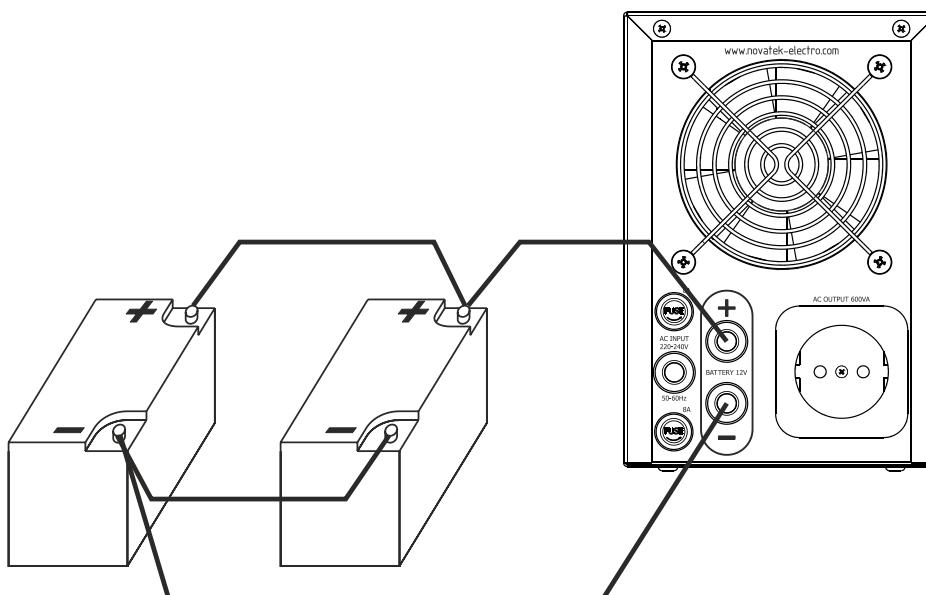

Рисунок 5 – Пример параллельного включения АКБ и диагонального подключения ИБП
- В случае использования нескольких батарей подключите батареи параллельно (см. рис. 5). Для подключения дополнительных батарей потребуются дополнительные провода, которые нужно прибрести отдельно. При подключении двух или более батарей плюсовая клемма одной батареи соединяется с плюсовой клеммой другой, минусовая клемма - с минусовой клеммой другой АКБ.
- При использовании батареи из двух или более аккумуляторов, они должны быть одного типа и емкости (при различии в емкости аккумуляторы будут иметь разное внутреннее сопротивление, вследствие чего уровень заряда будет неодинаков). Пример схемы параллельного подключения двух АКБ на рис. 5.